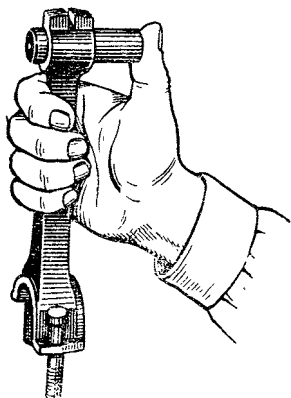

Рис. 61. Проверка посадки поршневого пальца
4. Проверить посадку поршневого пальца в отверстие втулки верхней головки шатуна (рис. 61) (см. технические условия, п. в).